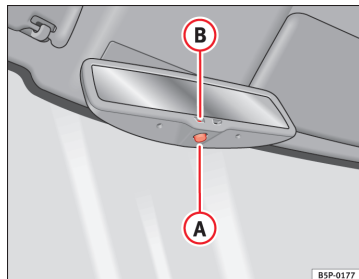

Fig. 85 Bakspejl med automatisk afblænding
- Tryk på knappen **A** ⇒ Fig. 85. Kontrollampen **B** slukker.
- Tryk på knappen **A** ⇒ Fig. 85. Kontrollampen lyser.